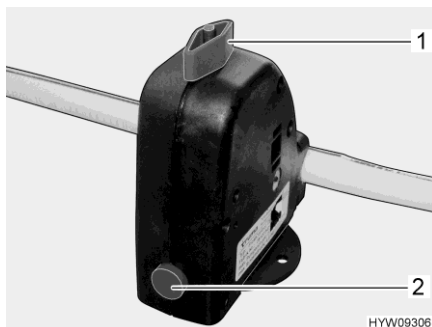

Bild 97 Säkerhets-/avtappningsventil (Truma)
- Stäng säkerhets-/avtappningsventilen (Bild 97). Ställ vredet (Bild 97,1) diagonalt mot säkerhets-/avtappningsventilen och tryck in tryckknappen (Bild 97,2). Säkerhets-/avtappningsventilen är monterad under sittbänken framför värmesystemet. Vid temperaturer lägre än 6 °C kan säkerhets-/avtappningsventilen inte stängas.